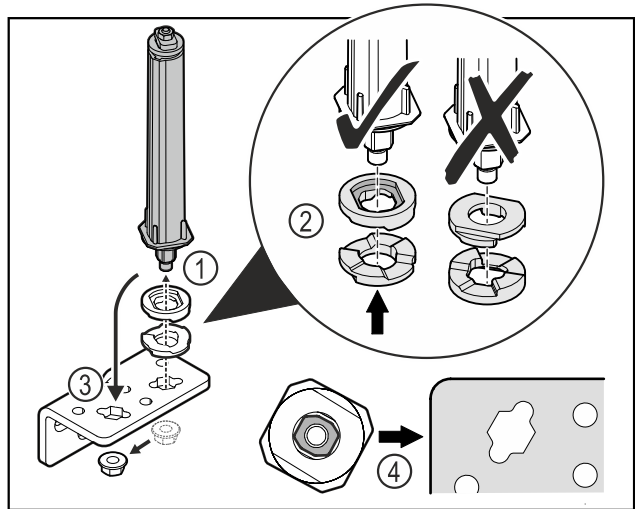

Fig. 23
- ▶ Λύστε το παξιμάδι και αφαιρέστε το σύστημα κλεισίματος πόρτας Fig. 23 (1).
- ▶ Βεβαιωθείτε για τη σωστή ευθυγράμμιση των ροδελών ρύθμισης ύψους Fig. 23 (2).
- ▶ Μεταφέρετε το σύστημα κλεισίματος πόρτας στη γωνία μεντεσέ και στερεώστε με το παξιμάδι Fig. 23 (3).
- ▶ Κατά την τοποθέτηση βεβαιωθείτε για τη σωστή ευθυγράμμιση του συστήματος κλεισίματος πόρτας Fig. 23 (4).